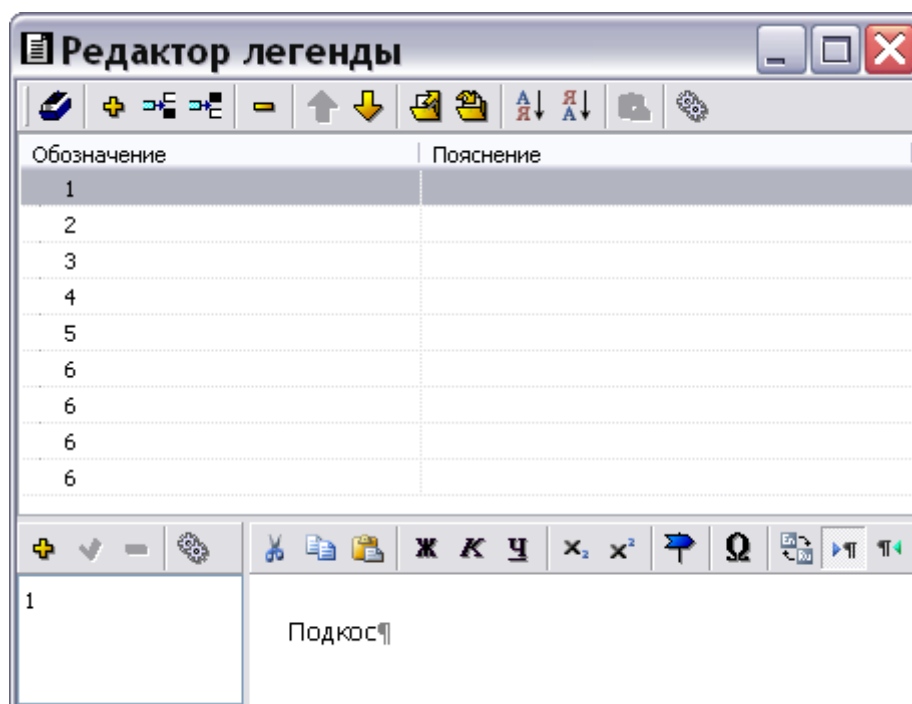

Рис. 5.176
3. В окне **Редактор легенды** загрузятся номера выносок иллюстрации «Шасси» (Рис. 5.176). Щелкните два раза левой кнопкой мыши в разделе **Пояснение** напротив номера первой выноски. При этом курсор перейдет в окно, открывшееся в нижней части редактора. Введите пояснение к первой выноске – «Подкос» (Рис. 5.176).